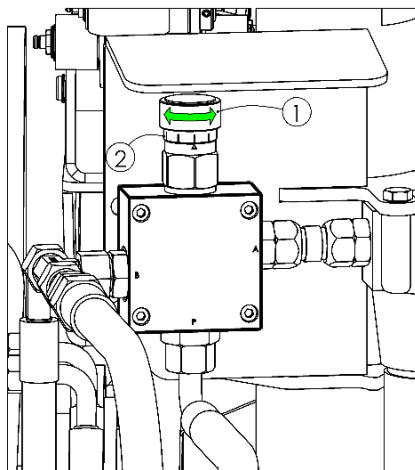

Рисунок 10. Регулятор потока
Регулятор расхода (**рис. 10**) расположен на переднем кронштейне оборточного модуля и служит для ограничения объемного расхода масла на линии подачи А обмотчика и сброса излишков масла на линии слива В. Регулировка производится с помощью ручки (1), а диапазон регулировки на шкале (2) составляет от 0 до 10, где 0 соответствует полной блокировке потока на линии подачи, а 10 - скорости потока на уровне около 50 л/мин. Рекомендуется установить регулятор в диапазоне от 7 до 10 по шкале.